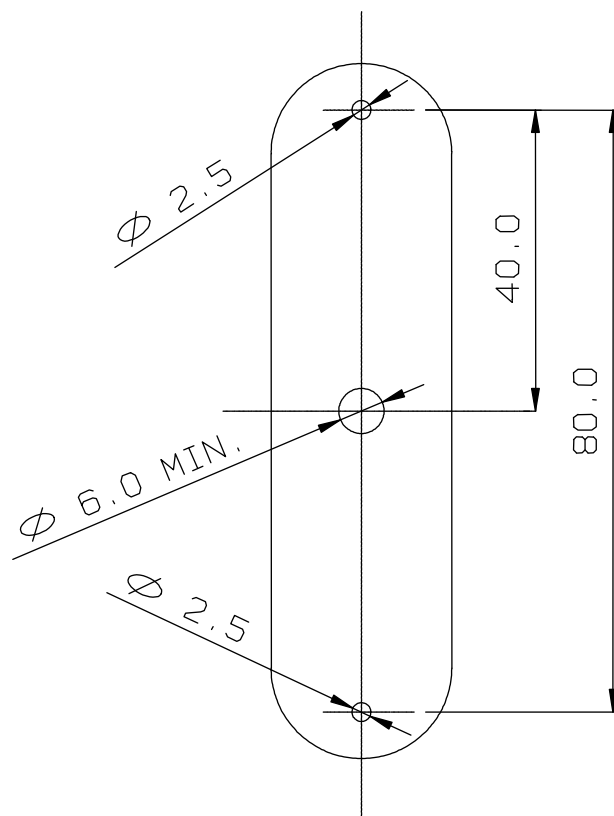
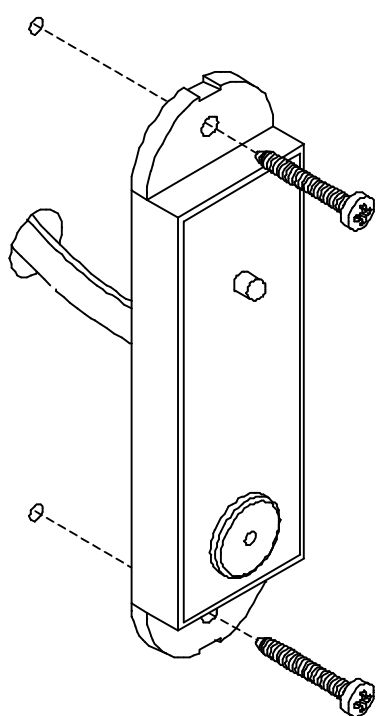

Fig. 1
Fig. 2
- Führen Sie für die Montage des Lesers zwei 2.5 mm Bohrungen für die Befestigungsschrauben sowie eine Öffnung mit einem Durchmesser von 6 mm für den Kabeldurchgang aus (Abb.1). Bringen Sie eine Isolierdichtung auf dem Boden der Öffnung an. Führen Sie das Schnittstellenkabel vom Leser zur Zugangskontrollzentrale und Montieren Sie den Leser unter Verwendung von Schrauben mit einem Höchstdurchmesser von 3 mm (Abb.2).
- Para el montaje del lector, practicar en el soporte dos orificios de 2.5 mm para los tornillos de fijación y un orificio de 6 mm de diámetro para el paso del cable (fig. 1). Colocar una junta aislante en el borde del orificio. Hacer pasar el cable de interfaz desde el lector hasta la central de control de accesos y montar el lector, utilizando los tornillos con un diámetro máximo de 3 mm (fig. 2).